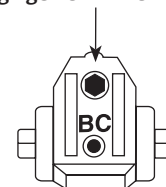

Figure 14
- A l'aide d'une clé hexagonale de 8mm (1/8"), tourner la vis de réglage de la force dans le sens des aiguilles d'une montre pour augmenter la force de fermeture de la porte. (Figure 14)